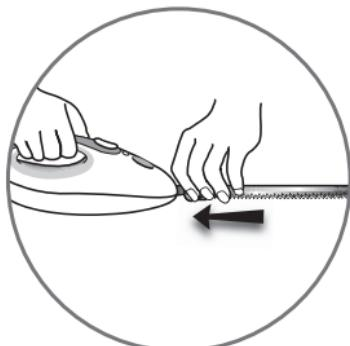

Fig 2
2. Urządzenie pozostawić odłączone z sieci elektrycznej, ostrza wsunąć do bloku silnika (4) (ostrzami w dół) naciskając zabezpieczenie (5) (rys. 2). Następnie zwolnić zabezpieczenie, słyszalne „kliknięcie“ będzie oznaczało, że ostrza prawidłowo się połączyły.